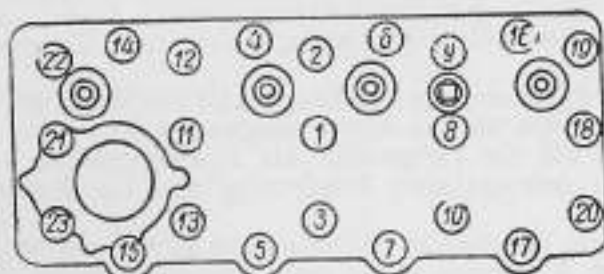

Abb. 4. Anziehen der Zylinderkopfmutter
1. Zylinderkopfbefestigungsmuttern nachziehen, wobei die in Abb. 4. angegebene Nachziehfolge zu beachten ist. Dieser Arbeitsgang ist nur am kalten Motor vorzunehmen.